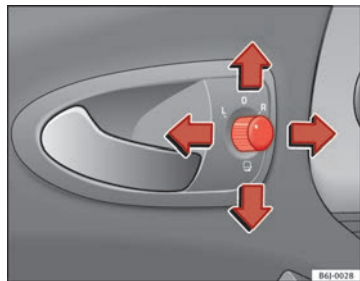

Fig. 68 Regolazione degli specchi retrovisori esterni
1. In primo luogo, ruotare la manopola ⇒ fig. 68 portandola nella posizione **L** (**specchietto esterno sinistro**).
- Per far ripiegare su se stessi gli specchietti esterni si deve ruotare la manopola ⇒ fig. 68 portandola nella posizione ☞. Si consiglia di richiudere sempre gli specchietti esterni quando si porta il veicolo all'autolavaggio, altrimenti potrebbero danneggiarsi.